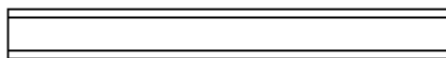

图 2-44 绘制主视图棱线
(2) 绘制主视图两条棱线。单击“默认”选项卡“绘图”面板中的“直线”按钮，绘制直线。一条棱线端点的坐标为 (0,32) 和 (@100,0)，另一条棱线端点的坐标为 (0,39) 和 (@100,0)，绘制结果如图 2-44 所示。